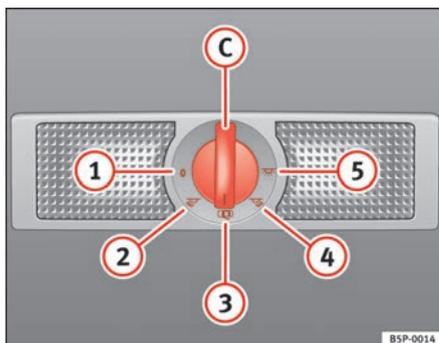

Fig. 76 Luz interior
- Con el mando en posición ① ⇒ fig. 76, la luz interior y las de lectura están apagadas.